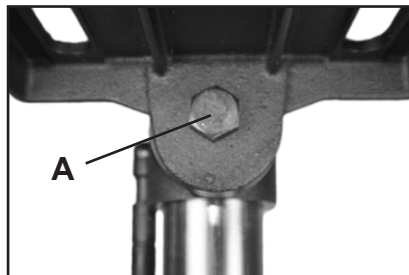
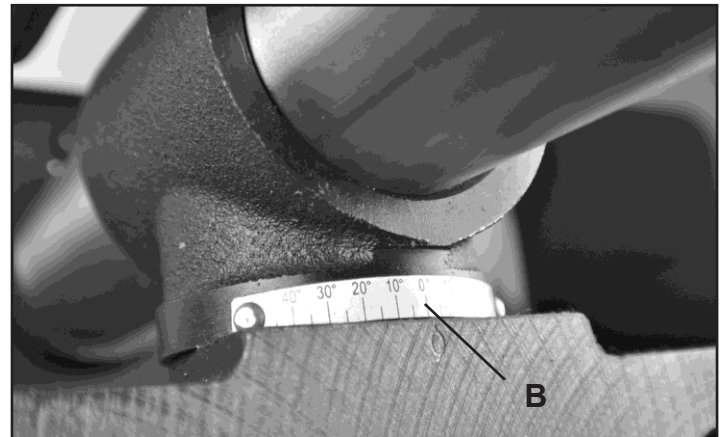

FIG. 8
FIG. 9
9. **INCLINACIÓN DE LA MESA:** La mesa de la prensa taladradora se inclinará de 0 a 45 grados hacia la izquierda y derecha. Para inclinar, afloje la tuerca debajo de la mesa (Fig. 8, A). Alinee la marca "cero" en la mesa (FIG. 9, B) con el grado deseado en la escala.